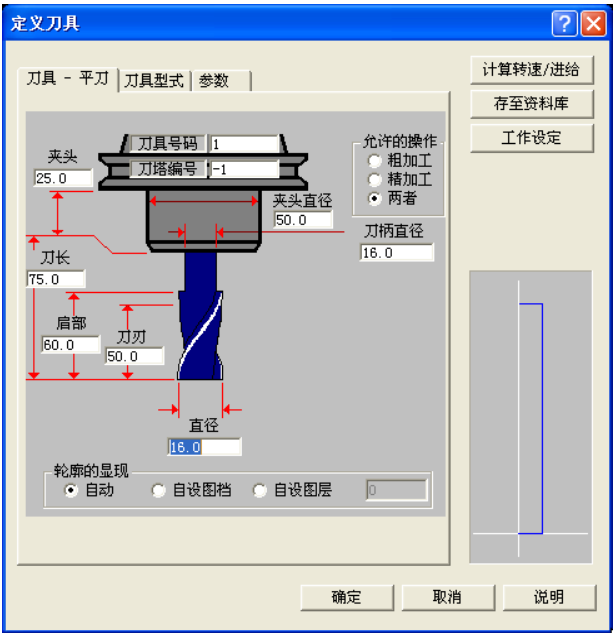

图 1-12 “定义刀具”对话框
4) 将鼠标移动到#1-16 平刀，单击鼠标右键，弹出“定义刀具”对话框，如图 1-12 所示。